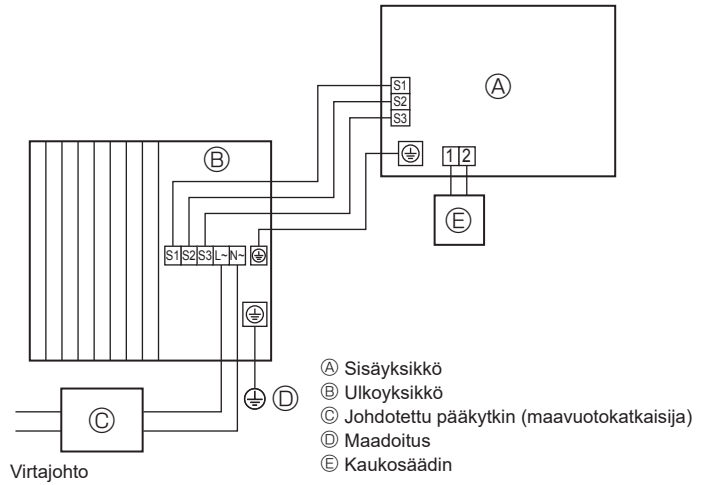
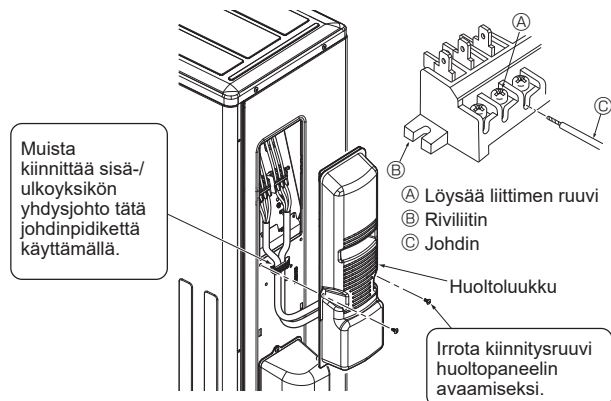

Fig. 6-1
Fig. 6-3
### 6.1. Ulkoyksikkö (Fig. 6-1, Fig. 6-2, Fig. 6-3)
① Irrota huoltopaneeli.
② Johdota kaapelit Fig. 6-1, Fig. 6-2 ja Fig. 6-3 mukaisesti.